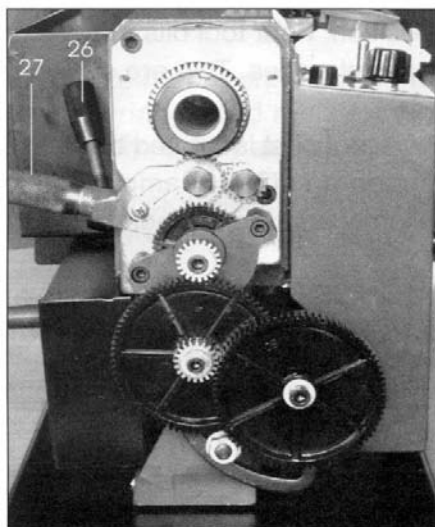

Рис. 2
Зубчатый механизм, показанный на Рис. 2, передаёт вращение винту подачи. Винт подачи работает, как червяк, и во время эксплуатации рукоятки автоподачи (15), которая крепится гайкой к винту подачи, передаёт вращение суппорту, а затем режущему инструменту. Таким образом, подача передаётся для нарезания резьбы и обточки. Частота вращения винта подачи и скорость режущего инструмента определяется конфигурацией коробки передач. Подробно Вы можете почитать об этом в разделе «Резьбонарезание».